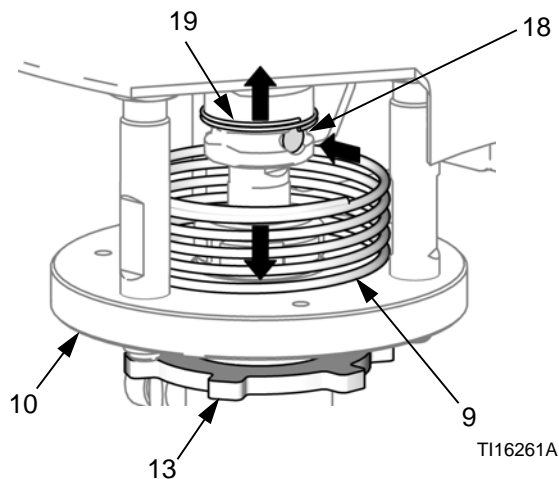

図 6. 安全スプリングと接続ピン
2. 可能であれば、ポンプを洗浄します。(12) 圧力開放手順 ページの 9 に従ってください。
4. 図 6 を参照ください。安全スプリング (9) を下に押し、カップリングピン (18) に触れられるように押し続けます。ネジ回しやパンチを使用して、固定スプリング (19) を押し上げて、ピンを外側に押し広げます。
5. 差し込みナット (13) を緩めます。